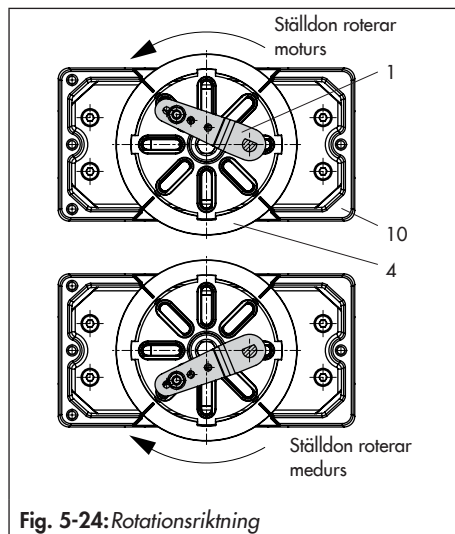

Fig. 5-24: Rotationsriktning
6. Skruva loss standardmedbringarsprinten (2) från lägesställarens M-spak (1). Fäst medbringarsprinten (Ø5 mm) som ingår i monteringssatsen på sprintposition 90°.
7. Montera anslutningsplattan (6) för nödvändig G ¼ anslutningsgänga eller manometerns fäste (7) med manometrar på lägesställaren. Se till att de två tätningarna (6.1) sitter fast ordentligt. Dubbelverkande fjäderlösa roterande ställdon kräver användning av en reverserande förstärkare på lägesställarhusets anslutningssida (se kapitel 5.6.7).
8. Placera lägesställaren på huset (10) och skruva fast den ordentligt. Ta hänsyn till ställdonets rotationsriktning och justera spaken (1) så att den griper in korrekt i spåret med dess medbringarsprint (Fig. 5-24).